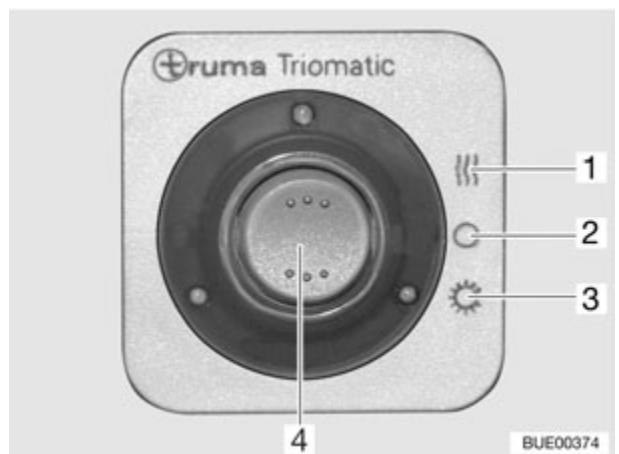

Fig. 110 Indicación a distancia
La indicación a distancia (Fig. 110) señala en el interior del vehículo qué bombona de gas está actualmente de servicio.
■ Ajustar el modo de funcionamiento con el interruptor basculante (Fig. 110,4).
- Modo de invierno "On y calefacción" (Fig. 110,1)
- Off (Fig. 110,2)
- Modo de verano "On" (Fig. 110,3)